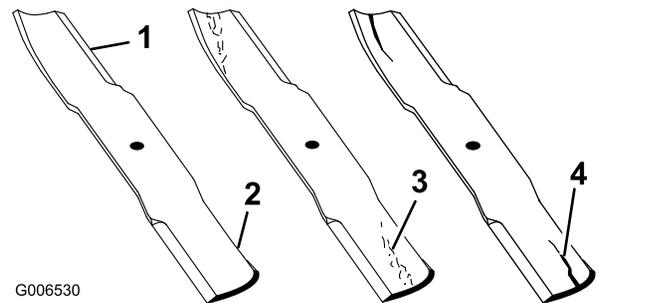

図 145
2. ブレードの切っ先を注意深く観察する特に、**図 145** に示す直線部と曲線部が交わる部分をよく観察する。
注 この、直線部と曲線部の交差域は、砂などによる磨耗が進みやすい部分なので、機械を使用する前によく点検することが必要である。磨耗が進んでいる場合にはブレードを交換する **図 145** を参照。